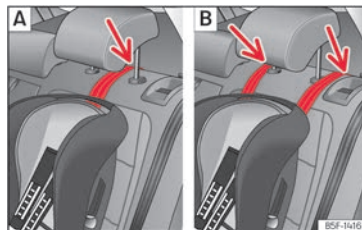

Abb. 39 Rücksitze: Einstellung und Einbau unter Verwendung des Top Tether-Gurts.
- Führen Sie den Gurt unter der Kopfstütze durch (in Abhängigkeit der Gebrauchsanweisungen des Kindersitzes ggf. Kopfstütze anheben oder entfernen) »» (Abb. 39).